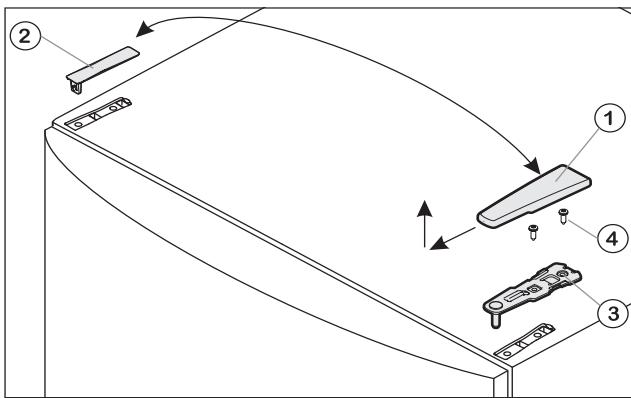

Fig.1
- Потяните крышку Fig. 1 (1) вперед и вверх.
- Снимите крышку Fig. 1 (2).
- Открутите верхний опорный кронштейн Fig. 1 (3) (2 шт. Torx® 25) Fig. 1 (4) и вытяните вверх.
- Установите верхний опорный кронштейн Fig. 1 (3) на новой стороне шарнира и защелкните в дверце.
- Привинтите верхний опорный кронштейн (с моментом 4 Нм) (2 шт. Torx® 25) Fig. 1 (4). При необходимости проделайте отверстия или используйте аккумуляторную отвертку.
- Наденьте и защелкните крышки Fig. 1 (1) и крышку Fig. 1 (2) на противоположной стороне снаружи.